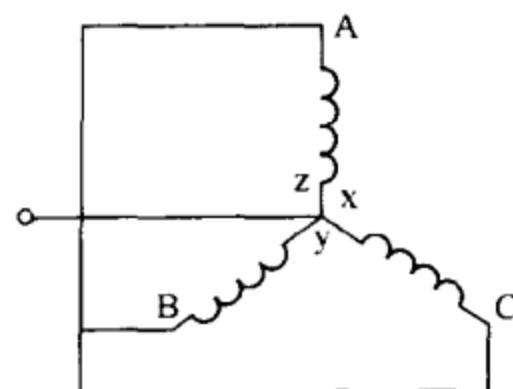

图 3-70 发电机定子线圈的引出线短路
(2) 短路电流干燥法：采用此法干燥时，将发电机定子线圈的引出线短路，接线如图 3-70 所示。然后使发电机在额定转速下运行，调节励磁电流，使三相短路电流升至额定电流的 50%~70%。维持 4~5h 后，再升至额定电流的 80%，使热空气的温度达到 65~70℃。连续干燥，直到干燥完毕。此法对于独立小电站机组干燥尤为适用。但要注意有些机组采用此法干燥时，会引起端部的严重发热，因此必须密切注意端部的温度。
(3) 直流电流加热法：向定子、转子线圈通以直流电进行加热。通入定子线圈的电流一般为额定电流的 40%~80%。通入转子的电流以不超过转子的额定电流为宜。由于定子的体积较大，干燥时发热较慢，电流也较大，而且直流电对严重受潮的绕组有电解作用，所以此法不适用于浸水发电机，且一般不单独单用，仅作为铁损干燥法的补充（一般发电机的转子通常采用此法